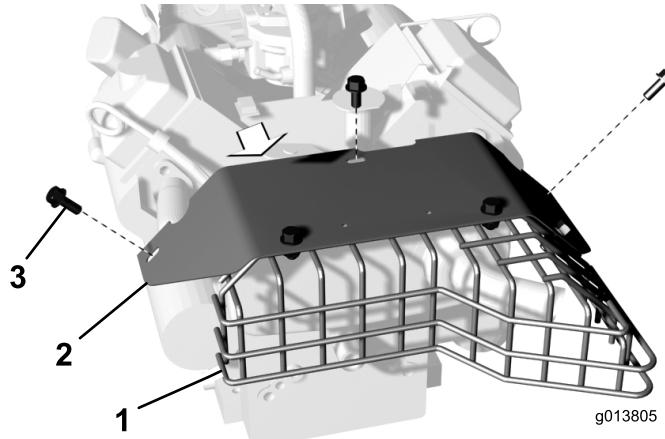

Figura 4
- Montagem do parafuso, anilha e porca flangeada (4)
7. Retire os (3) parafusos de cabeça de flange que prendem a protecção do abafador ao motor (Figura 4). Retire a protecção do abafador e protecção do tubo de escape. Volte a instalar os parafusos de cabeça de flange no motor.